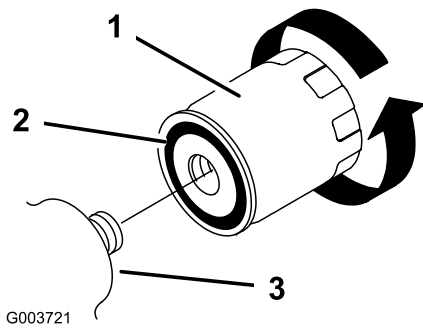

Рисунок 41
5. Снимите старый фильтр (Рисунок 41) и начисто протрите поверхность переходника фильтра.
6. Нанесите тонкий слой гидравлической жидкости на резиновую прокладку нового фильтра (Рисунок 41).
7. Установите сменный гидравлический фильтр в переходник фильтра (Рисунок 41). Поверните фильтр гидравлической системы по часовой стрелке так, чтобы резиновая прокладка соприкоснулась с переходником фильтра, после этого затяните фильтр, повернув его еще на 1/2 оборота.